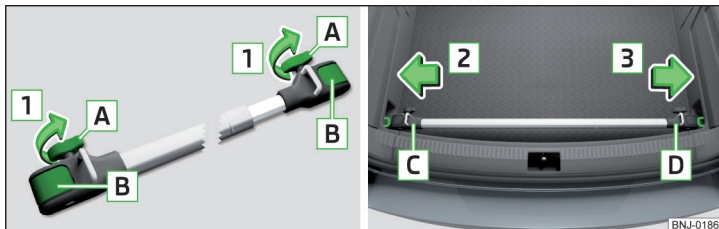

Fig. 118 Montarea suportului transversal: Slăbirea șuruburilor și deblocarea suporturilor /așezarea suportului transversal pe inelele de ancorare
- › Pentru **montare**, slăbiți complet șuruburile **A** în sensul săgeților **1** și extrageți-le parțial. Deblocați suporturile **B** » fig. 118.